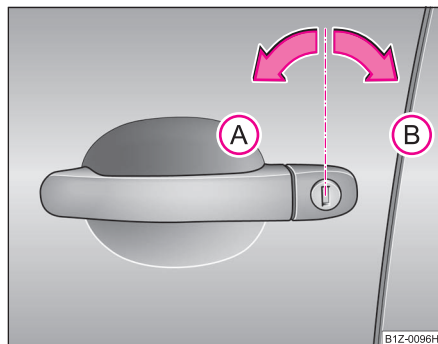

Fig. 27 Pozițiile cheii pentru încuiere și descurire
- Rotiți cheia în încuietoarea ușii conducătorului auto în poziție de descurire (A) ⇒ fig. 27 spre stânga.
- Rotiți cheia în încuietoarea ușii conducătorului auto în poziție de încuiere (B) spre dreapta ⇒ fig. 27.